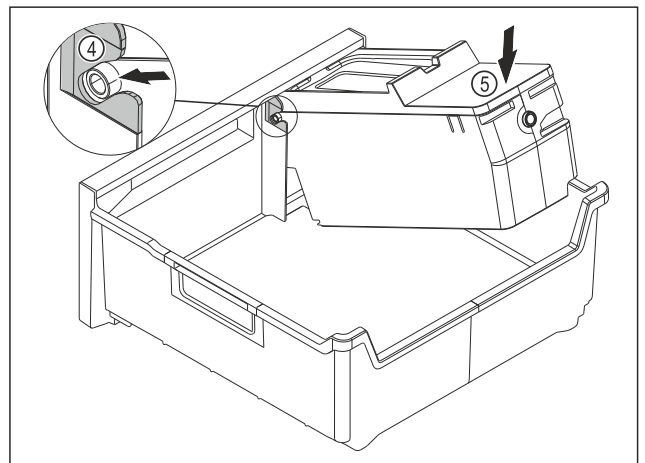

Fig. 64
- ▶ EasyTwist-Ice-Korpus montieren: Achsen des EasyTwist-Ice-Korpus in die Führungen Fig. 64 (4) einschieben.
- ▶ EasyTwist-Ice-Korpus Fig. 64 (5) hinten nach unten drücken.